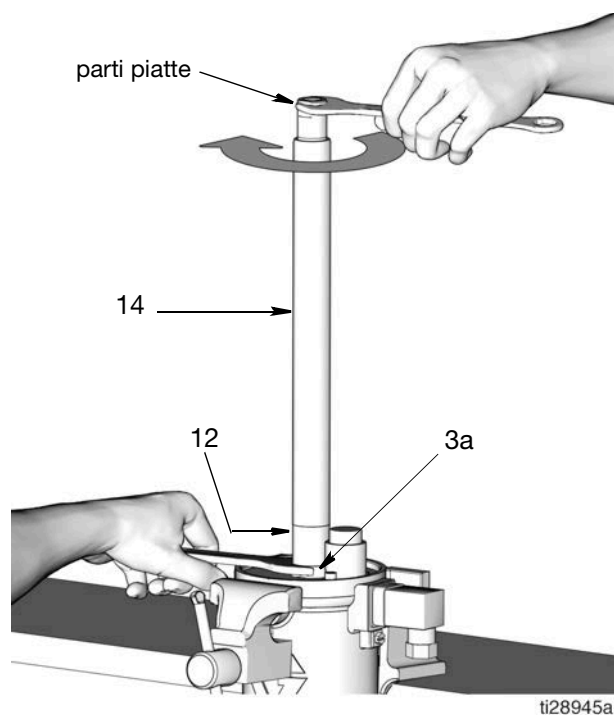

FIG. 39
17. Installare il cilindro della pompa (12) nel cilindro del motore pneumatico (3). Utilizzare una chiave per serrare saldamente il dado (3a). 28 - 32 ft. lbs. (37,9 - 43,4 N.m).
18. Installare il tubo di uscita (14) sul cilindro della pompa (12). Fissare saldamente il dado (3a) [ubicato sul fondo del cilindro della pompa (12)] in posizione con una chiave. Utilizzare una seconda chiave inglese sulle sezioni piatte del tubo di uscita (14). Ruotare il tubo di uscita in senso orario per serrarlo nel cilindro della pompa (12) (FIG. 39). Serrare a una coppia di 37,9 - 43,4 N.m (28 - 32 ft lb).